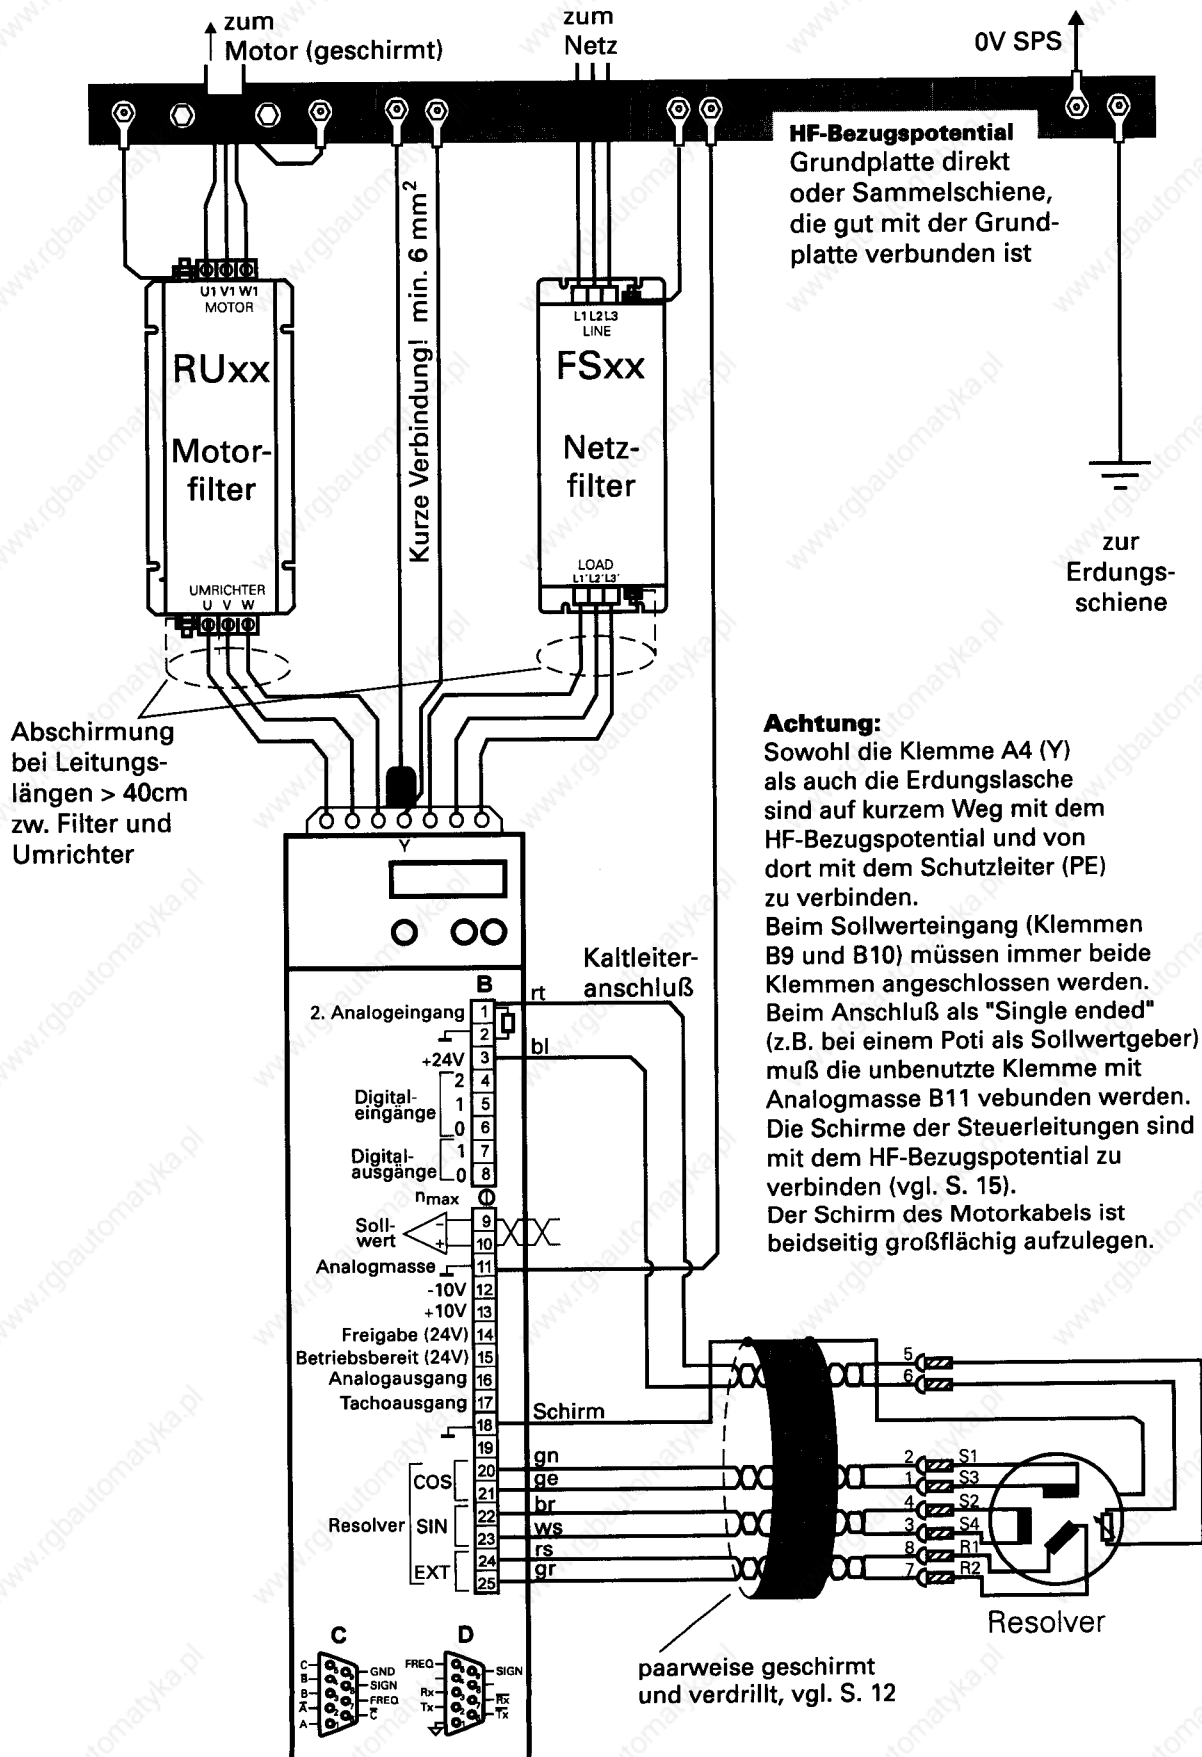

Abb. 3 Anschlußbild STÖBER SDC Servoantrieb (nicht maßstabsgetreu)
Für die Verbindung zwischen Resolver und Servoumrichter wird ein achtadriges, paarweise abgeschirmtes und mit einer Gesamtabschirmung versehenes Kabel empfohlen. Querschnitt 0,14 mm² [Typ LIY (C) Y3(2x0,14)+(2x0,25)]. Bei Kabellängen über 50 m kontaktieren Sie STÖBER ANTRIEBSTECHNIK. Die Resolversteckerbelegung ist auf dem Motor beigelegten Datenblatt dargestellt. Die Abschirmung ist umrichterseitig an 0 Volt am Anschluß B18 und am Motor anzuschließen (Abb. 3).